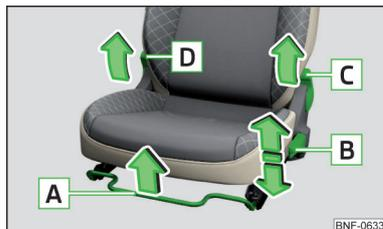

Fig. 50
Éléments de commande du siège conducteur » fig. 50
- Tirez la manette [D] » fig. 50 et rabattez le dossier entièrement vers l'avant.